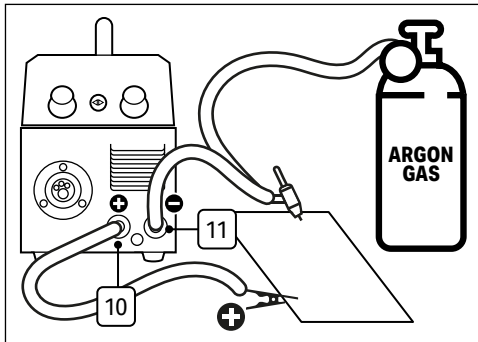

Fig. 1
7.3 TIG (Tungsten Inert Gas) – Fig. 1